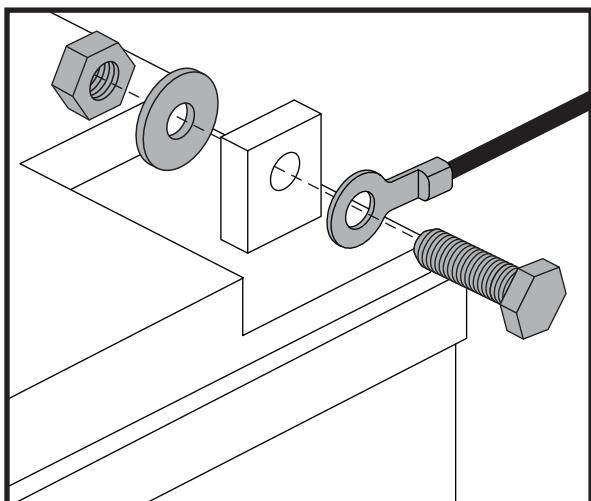

Figura 14. Equipo Terminal de la Batería
5. Desconecte los cables de batería de los terminales de batería deslizando hacia atrás las cubiertas de los terminales y desenroscando la tuerca del tornillo. Ver la figura 14.